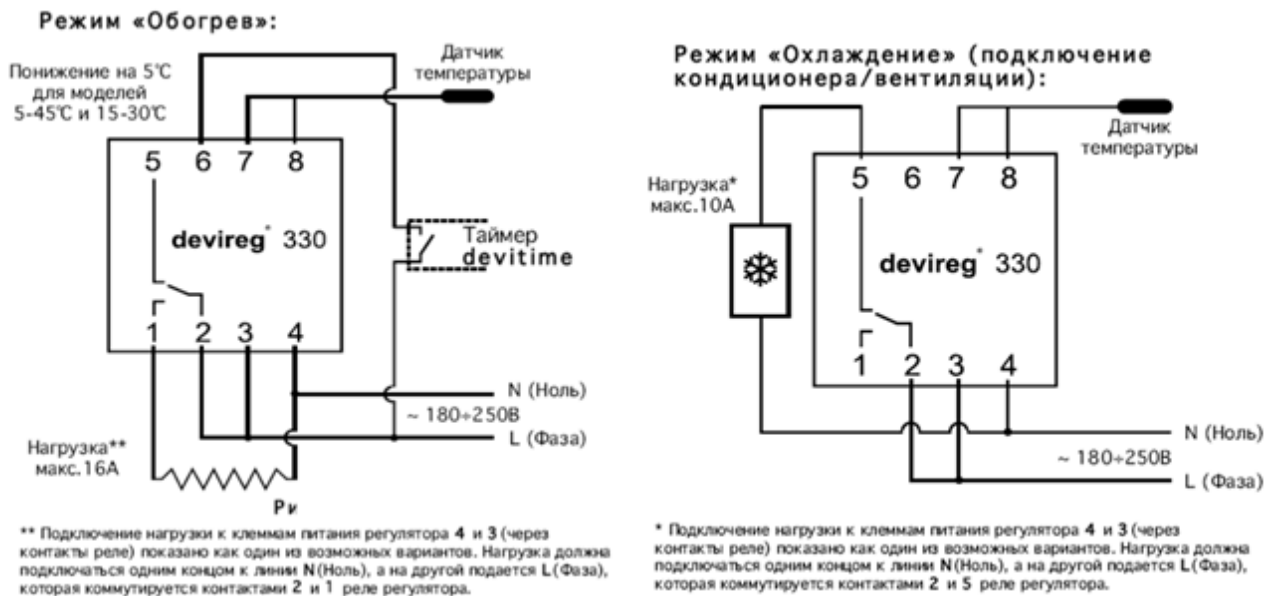

Рис.3. Схемы подключения DEVireg™ 330.
2. Подключение терморегулятора производится согласно монтажным электрическим схемам (рис.3)